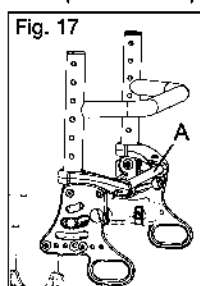
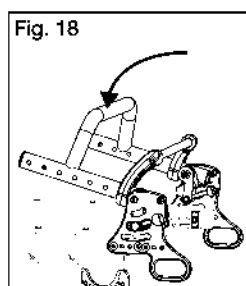

Fig. 17
Fig. 18
ADVERTENCIA: No levante la silla de ruedas usando la barra de liberación (Fig. 17:A). Levante la silla de ruedas usando la barra de liberación puede ocasionar fallas en las piezas, lo que puede provocar una caída y lesiones graves o la muerte.
1. Levante la barra de liberación posterior (Fig. 17:A), ubicada detrás del armazón trasero, para liberar el seguro y doblar hacia abajo hacia el armazón del asiento (Fig. 18). Para volver a engancharla en su lugar, tire de la barra de liberación hacia afuera y la parte posterior se soltará y podrá empujarla hacia la posición vertical. El espaldar se enganchará automáticamente en el chasis lateral.